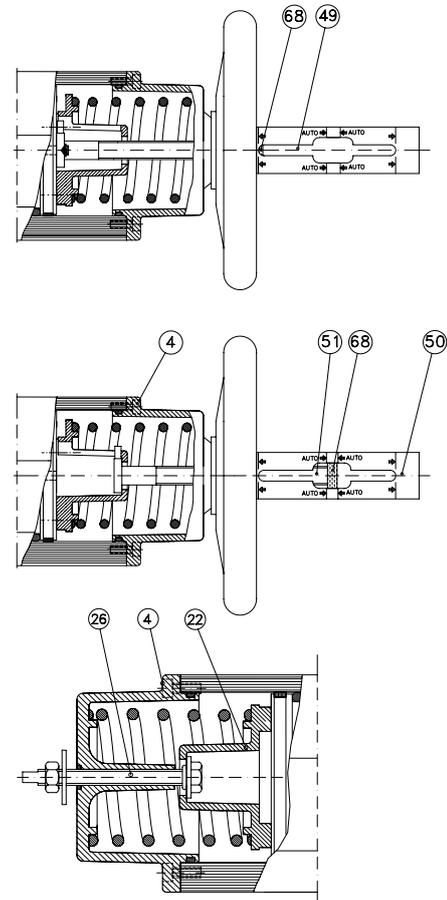

Fig. 3
2. Vérifier que les ressorts peuvent presser le piston en position d'origine selon la figure 3. Le goujon supérieur de l'axe ne doit pas être oblique.
4. Tourner le volant de sorte que la broche filetée (51) s'enfonce au maximum dans l'actionneur et que l'anneau indicateur jaune peut tout juste être vu dans le tube plastique (49).
5. Pour les tailles RC220, 240, 260, 280 SR (c.-à-d. actionneurs avec deux pistons): Visser la vis de serrage (26) dans la boîte ressort opposée, dans le sens inverse des aiguilles d'une montre jusqu'à ce qu'elle touche le guide-ressort (22). Démontez la boîte de ressort en desserrant les vis de fixation (4) qui la maintiennent.
6. Pour toutes les tailles: tourner ensuite la commande manuelle jusqu'à ce qu'il y ait une résistance et qu'on puisse voir l'anneau indicateur jaune (68) dans la zone marquée "AUTO".
7. Démontez la boîte ressort de l'unité de commande manuelle M1 en desserrant les vis de fixation (4) puis en tournant le volant de plusieurs tours dans le sens qui offre le moins de résistance.